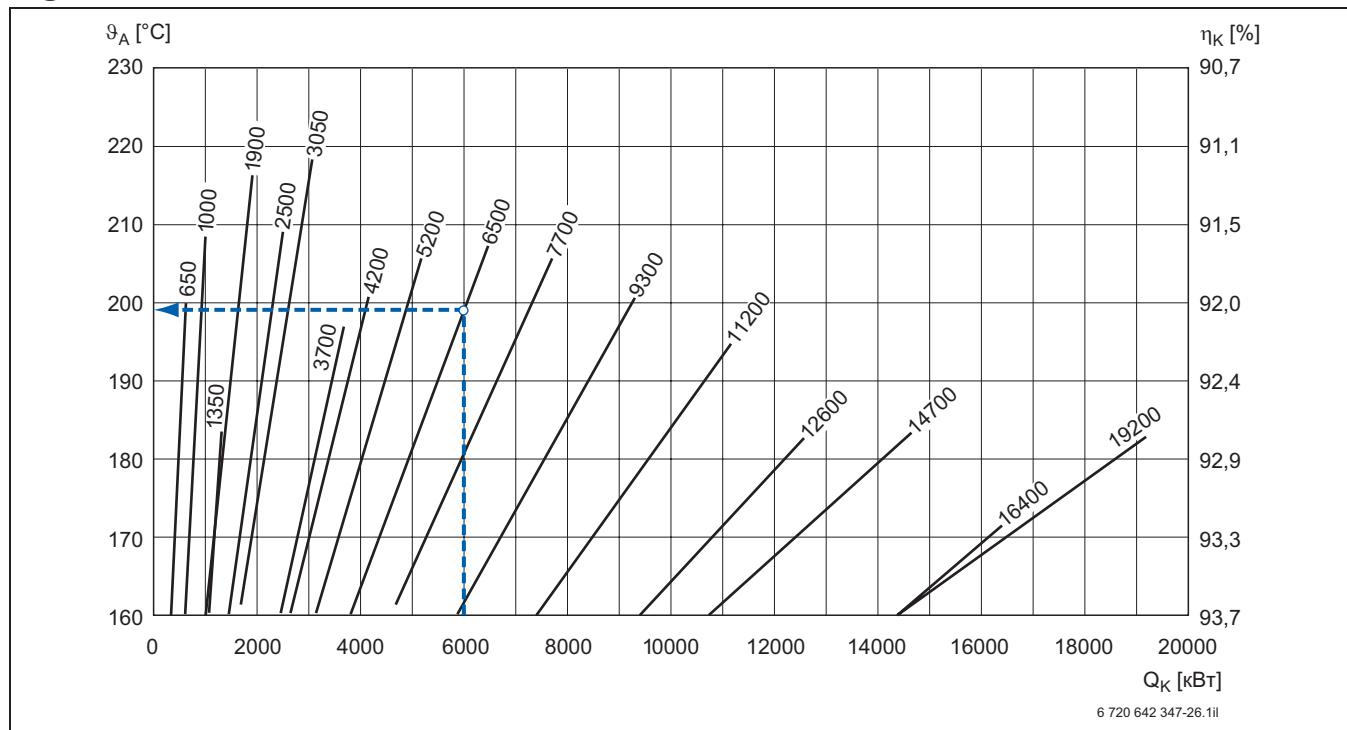

Рис. 30. Температуры дымовых газов котлов Logano S825L в зависимости от нагрузки на котел
Температура дымовых газов измеряется в присоединительном участке дымовой трубы на выходе из котла. Она зависит от нагрузки на котел и от температуры сетевой воды (см. рис. 30 – 32). Для расчета дымовой трубы, как правило, принимается минимально возможная температура дымовых газов. Она примерно на 7,5 К ниже приведенной температуры дымовых газов при средней температуре котловой воды 70 °C.
Температура дымовых газов зависит от средней температуры котловой воды. Температуры дымовых газов на графиках рис. 30 – 32 приведены в соответствии со стандартом EN 303 при температуре воды 80/60 °C, т. е. при средней температуре котловой воды 70 °C. (Пересчет для других температур см. табл. 32)
- Температура дымовых газов по диаграмме 9A = 198 °C (см. рис. 30)